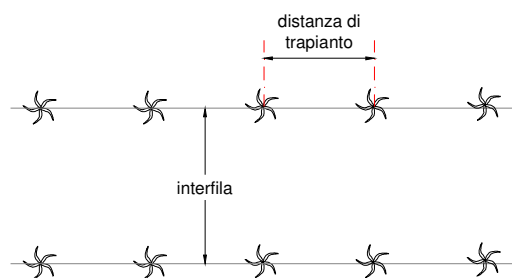

fig.D2.3
- На основании типа саженцев необходимо настраивать расстояние рассаживания, и расстояние между рядами, иными словами междурядье (**рис.D2.3**). Для обоих видов регулировок ознакомиться со следующим параграфом.